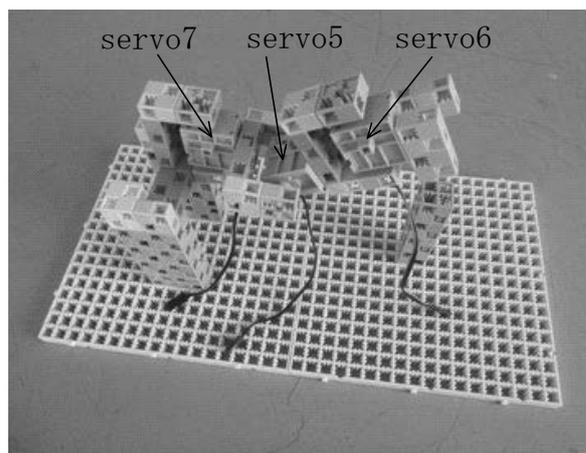

図24 アームロボを支柱に取り付ける
- ④ 図24に示すように、アームロボを支柱に差し込む。サーボモーター servo5はアームを上下に振る。servo6はアーム先端を握る放す。servo7はアームを左右に振る。